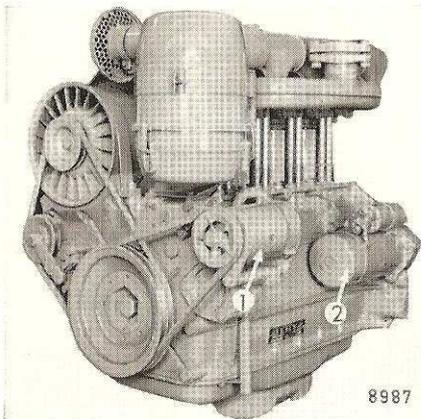

Fig. 36
**Toutes les 600 heures de service** (toutes les 5 vidanges d'huile) on doit faire vérifier la dynamo 1 (fig. 36) par un atelier spécialisé. Nous recommandons de faire contrôler également le démarreur 2 toutes les 1200 heures de service lorsqu'il est utilisé fréquemment.